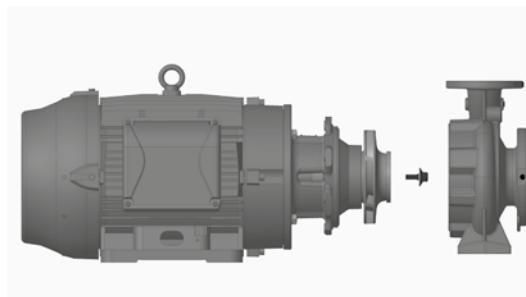

**Figura 12** - Vista do intermediário ilustrando parafusos
3. Para remoção do conjunto *back pull-out* é necessário o aperto de dois parafusos no local indicado com círculo na Figura 12. Os parafusos desmontados na operação 2 podem ser utilizados nesta operação.